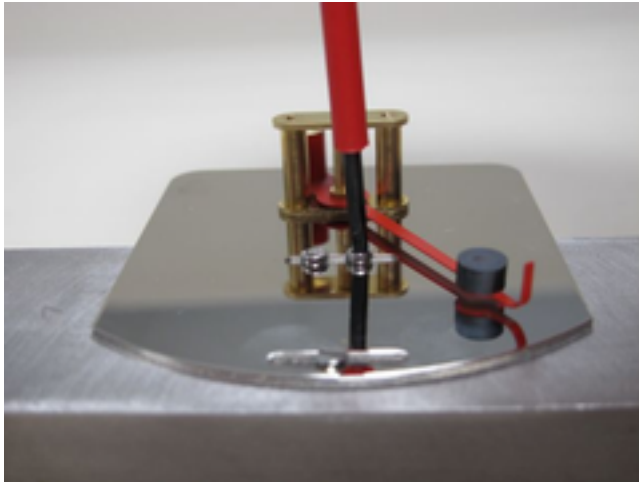

Abb. 66: Bodenplatte befestigen
- 13.** Anzeige-Bodenplatte auf Gerätekörper legen und die Befestigungsschrauben soweit eindrehen, dass sich diese noch verschieben lässt (Abb. 66). Darauf achten, dass an der Langnut (Bereich Zeigerspitze) die Senkkopfschraube und im Bereich (Anzeige Mitte) die beiden Zylinderkopfschrauben eingesetzt werden